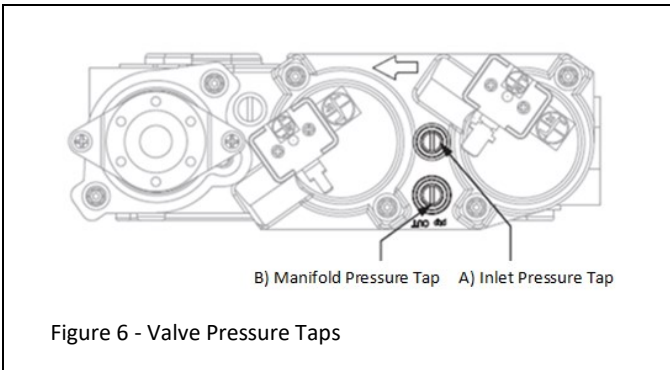
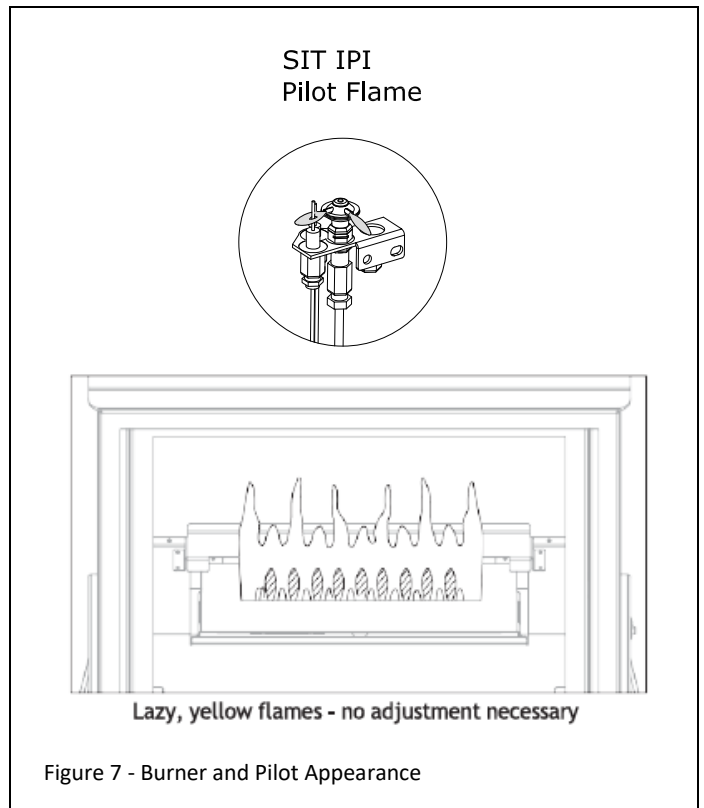

Figure 6 - Valve Pressure Taps
Figure 7 - Burner and Pilot Appearance
4. Use the provided burner venturi adjustment tool that is shown in Figure 6 and Figure 7. This tool is provided in the appliance parts packet. Once the position is set secure the wing nut to secure the lever.
4. Utilisez l'outil de réglage du venturi du brûleur fourni, illustré aux figures 6 et 7. Cet outil est fourni dans le paquet de pièces de l'appareil. Une fois la position réglée, fixez l'écrou à oreilles pour fixer le levier.